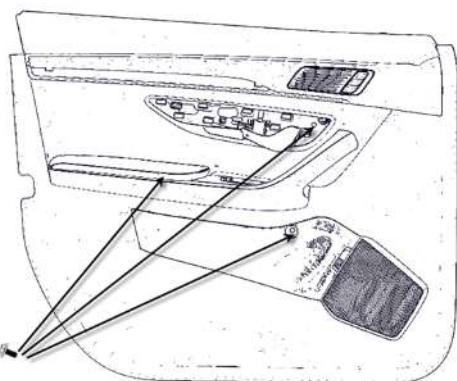

图8-1-4 左前门螺栓拆卸示意图
(4) 图8-1-4, 用10号套筒将图中圆圈处的螺栓拆下 (3个), 内扣手位置需要把手柄打开到最大角度。